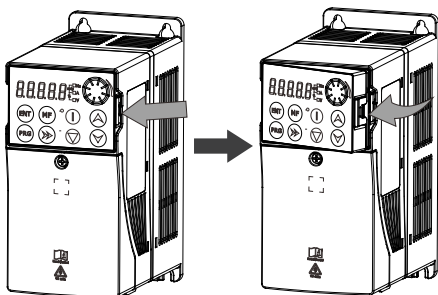

图 C-1 键盘的拆卸
① 键盘的拆卸和安装
① 拆卸键盘，如下图 C-1 先按压键盘弹性卡扣，然后抬起键盘。